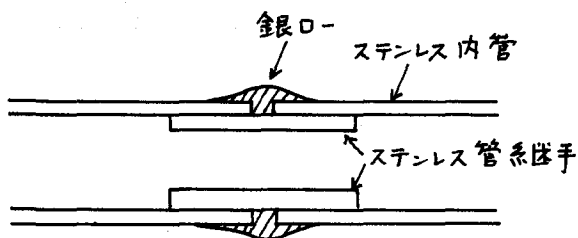

図 1
No. 34（1981年4月）で「簡易型液体ヘリウム移送管の製作」について書いた。結論から先に述べると、その製作手順通りに作った移送管は旨く働かない。我々の試作品は thermal oscillation によると思われるトラブルにより甚だ不安定であった。原因は、製作手順①の内容の「継ぎ」にあった。即ち、全く同じ長さ（各 1.75 m）のステンレス管 2 本を図 1 のように「内継ぎ」をすると、継ぎ目を節とする様な共振が極めて起りやすいと、（今では）考えられるのであるが、実際そうであったらしく、いずれか片側の管を 10 cm ばかり短かく切って非対称性を与えた結果、移送は極めて快調となった。